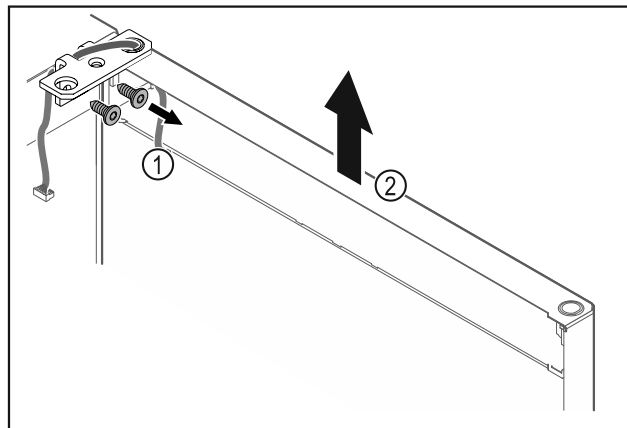

Fig. 17
- ▶ Csavarozza le a csuklópántot Fig. 17 (1).
- ▶ Az ajtót a csuklópánttal Fig. 17 (2) együtt emelje meg felfelé kb. 200 mm-rel, majd vegye le.